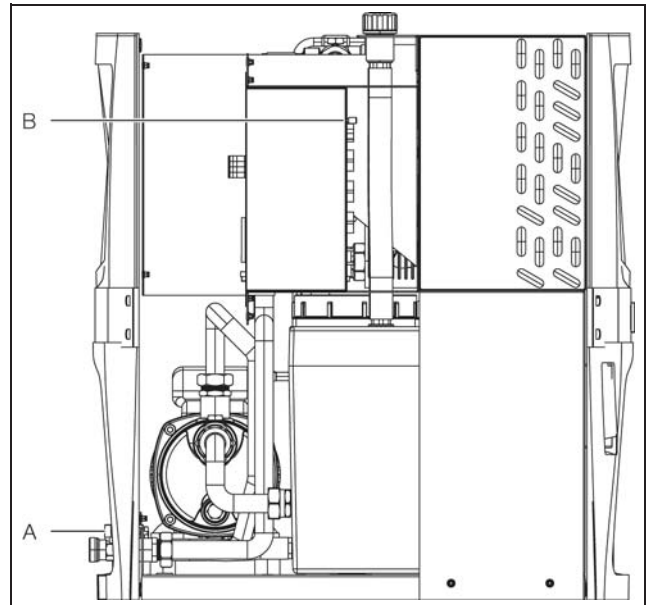

Fig. 47: Guidacavi sensore di temperatura ambiente
- Condurre nel chiller un cavo di allacciamento idoneo attraverso il pressacavo supplementare (fig. 47, pos. A).